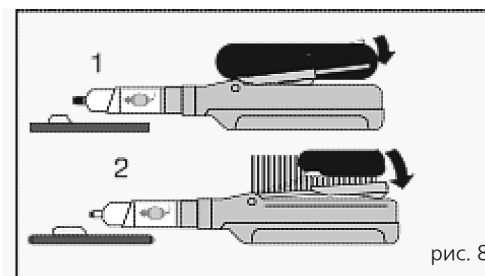

рис. 8
- 2) Кількість матеріалу, що видавлюється, регулюється пересуванням обмежувача вперед чи назад (Рис.8).